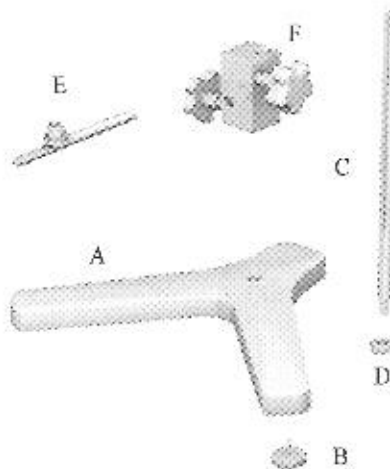

Fig. 5 Preparación para la base del viscosímetro
- Extraiga todas las partes del maletín. Vea la figura abajo (fig 5).
- De manera correcta ubique los tres pomos de nivelación (B) sobre la base en forma de Y (A).
- Ensamble la varilla de sujeción (C) con el tornillo de sujeción (D) en el pie (A).
- Ensamble la tuerca (F) en la varilla de sujeción. El Viscosímetro debe conectarse mediante su varilla (E) a la tuerca (F).